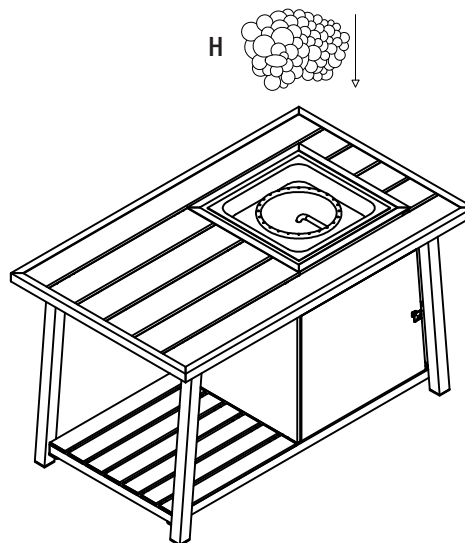

Fig. 7
- Quite la tapadera (B) y coloque las piedras (H) en el recipiente contenedor del fuego, asegurándose de mantener abierto el bloque de encendido (# 6). (Fig.7)